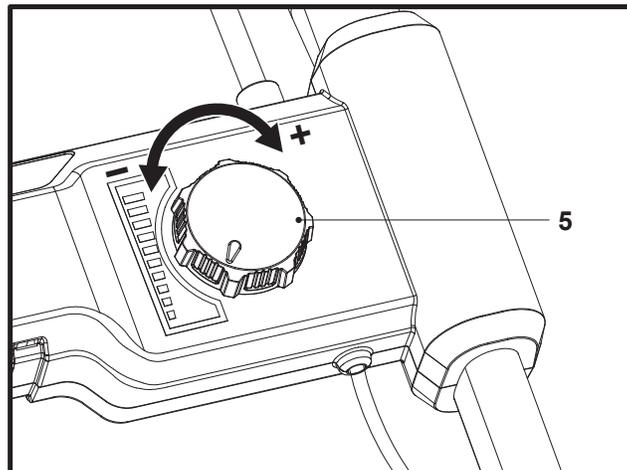

Fig. 18
La vitesse des roues peut être réglée en tournant le sélecteur de vitesse (5) (Fig. 18).
1. Tourner le sélecteur de vitesse (5) dans le sens des aiguilles d'une montre pour augmenter la vitesse des roues ;
2. Tourner le sélecteur de vitesse (5) dans le sens inverse des aiguilles d'une montre pour diminuer la vitesse des roues.